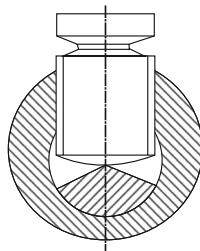
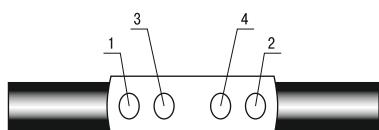

Рисунок 10
Рисунок 11
4.23 При использовании гильз со срываемыми болтами ввести конец жилы в полость гильзы таким образом, чтобы вершина сектора сечения жилы совпадала с осями сжимных болтов (рисунок 10), затем плавно, без рывков, затянуть болты до срыва головок, начиная с крайних (рисунок 11), придерживая гильзу трубным ключом или специальным приспособлением. Выступы болтов спилить напильником до уровня поверхности гильзы, опилки тщательно удалить.